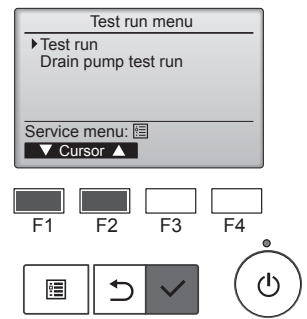

Fig. 8-2
- ② Test çalıştırma menüsünden "Test run" (Test çalıştırma) öğesini seçin ve [SEÇİM] düğmesine basın. (Fig. 8-2)
- ③ Test çalıştırılır ve Test çalıştırma ekranı görüntülenir.